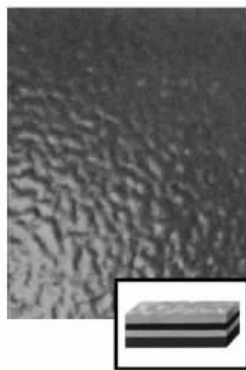

图 4-6 橘皮缺陷
(1) 橘皮缺陷 在喷涂后不能形成平滑的涂膜表面,而呈现出橘皮状态的凹凸现象,其凹凸度约 $3\ \mu\text{m}$ 左右,如图 4-6 所示。
(2) 产生原因
- ① 涂料的黏度大,流平性差。
- ② 压缩空气压力低,出漆量过大和喷涂工具不佳,导致雾化不良。
③ 被涂物和空气的温度偏高,喷涂